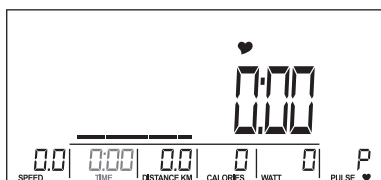

Fig. 19
5. Utilizzare la manopola per impostare il valore del TEMPO (Fig. 19).